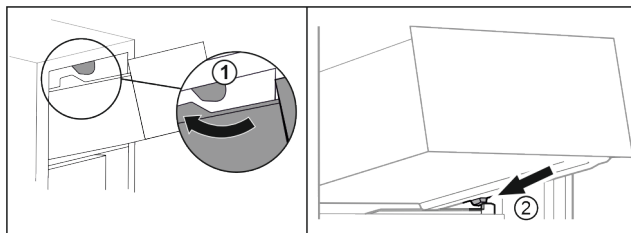

Fig. 74
- ▶ Umetnite ladicu oko gornjih zaustavljača. Fig. 74 (1)
- ▶ Stavite ladicu ukoso iza donjih zaustavljača na žlijeb spremnika. Fig. 74 (2)